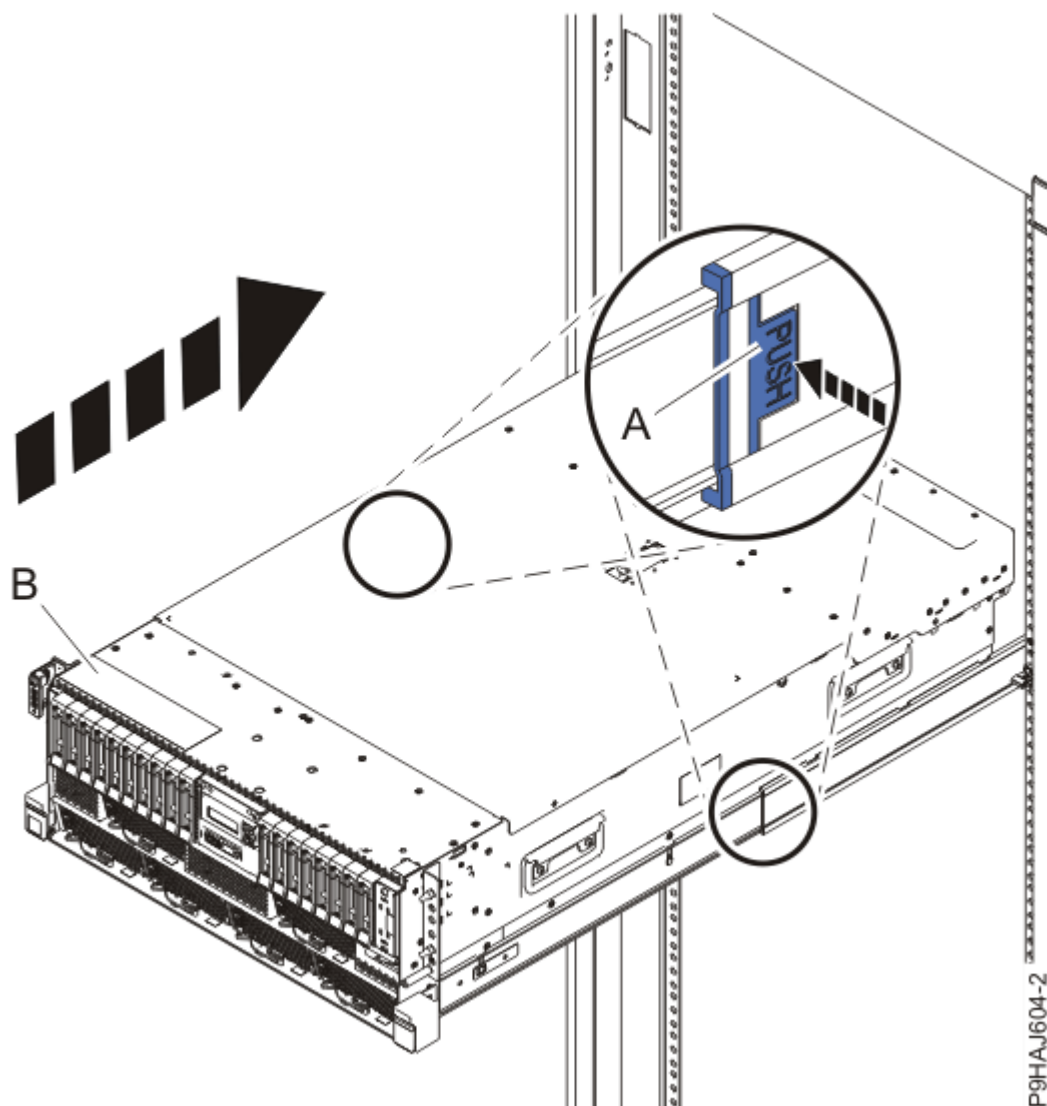

Figura 37. Col·locació del sistema en posició operativa
3. Per un sistema muntat en bastidor, desbloquegeu els pestells de seguretat de les guies de color blau **(A)**, tal com es mostra a la Figura 37 a la pàgina 46, fent-hi pressió cap endins.